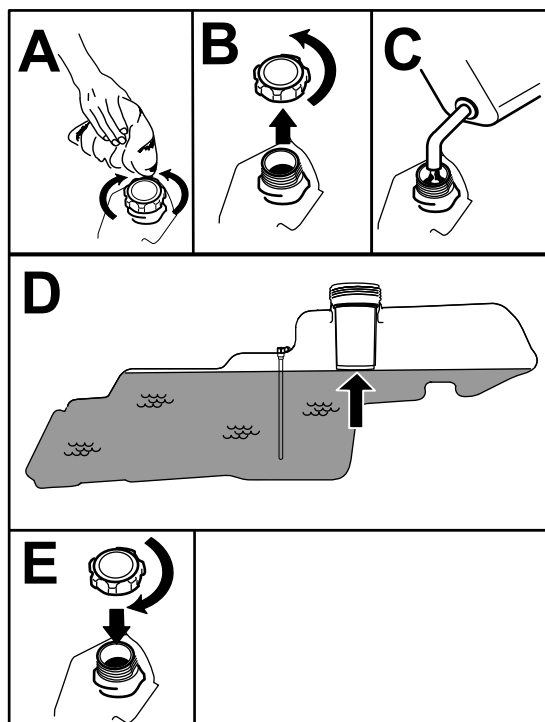

Figura 7
- Encha o depósito de combustível até à extremidade inferior do tubo de enchimento (Figura 7). Não encha completamente o depósito de combustível.